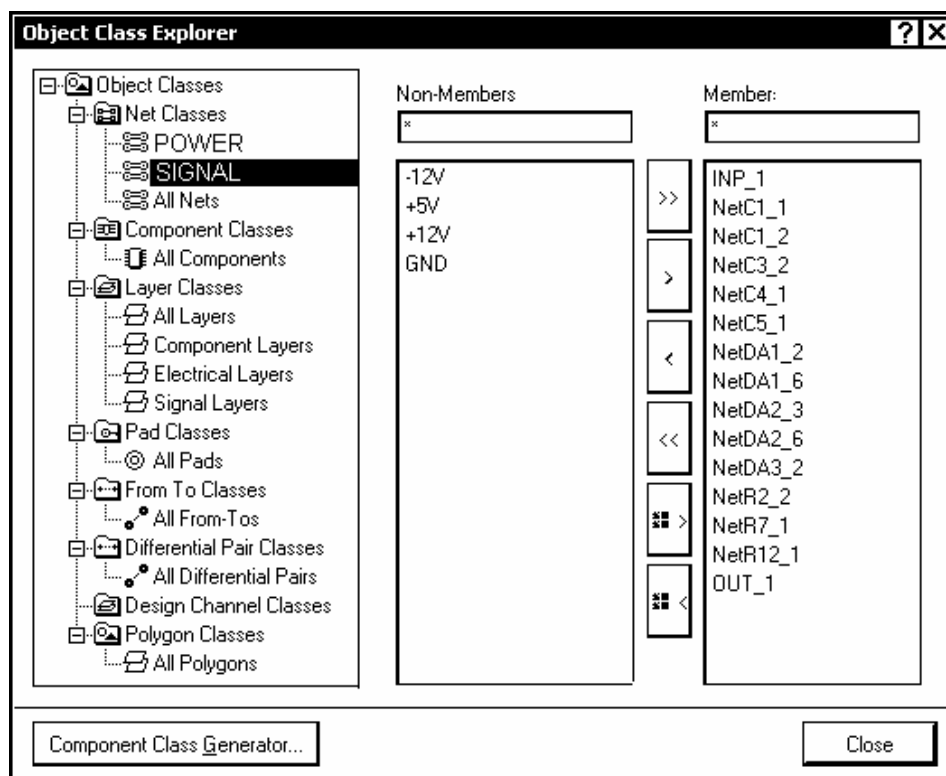

Рис. 6.3
1. Активизировать команду главного меню программы Design>>Classes. Откроется диалоговое окно управления классами объектов Object Class Explorer (рис. 6.3).
На рис. 6.3 показан результат группировки сигнальных цепей нашего аналогового функционального узла в класс Signal.